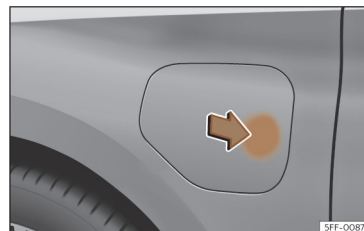

Fig. 60 Abertura da tampa da tomada de carregamento.
- Pressione a tampa da tomada de carregamento da bateria na zona da seta para abri-la >>> **Fig. 60**.